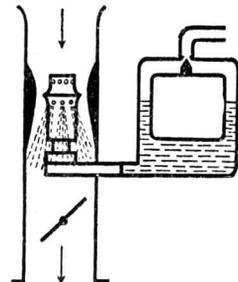

Bild 32.
3. Fallstromvergaser (Gemischbewegung von oben nach unten, Gemisch fällt in den Zylinder. Bild 32).